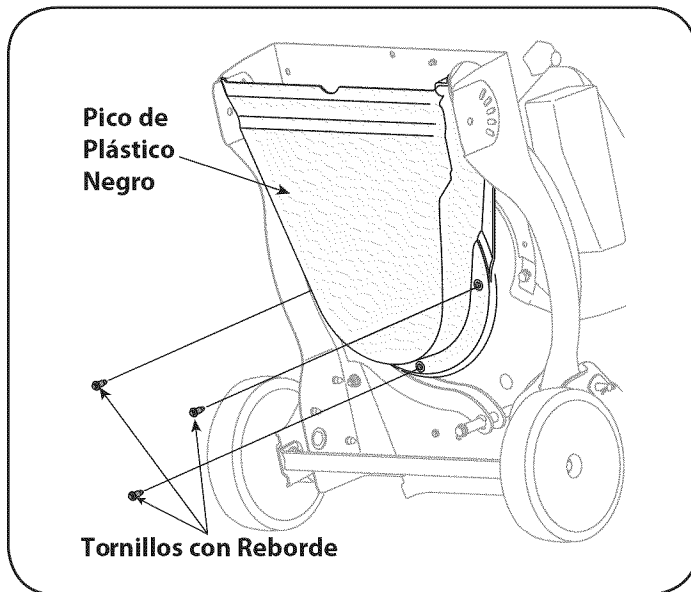

Figura 29
- Incline la unidad con cuidado y apóyela hacia arriba para obtener acceso por la parte inferior al material de montaje del pico y al motor. Retire los tres tornillos con reborde que aseguran el pico de plástico negro a la caja inferior. Consulte la Figura 29.